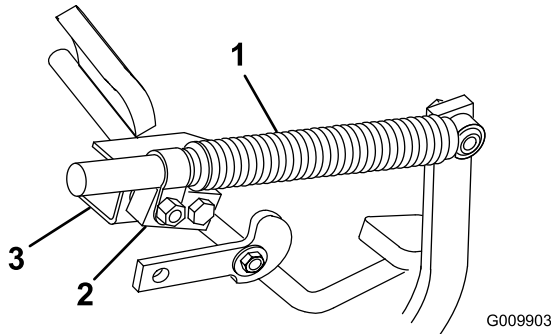

Figura 59
2. Afloje la contratuerca que fija el pivote del amortiguador al soporte del amortiguador (Figura 59).